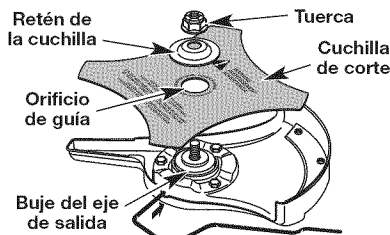

Fig. 6
1. Coloque la cuchilla de corte en el buje del eje de salida (Fig. 6).